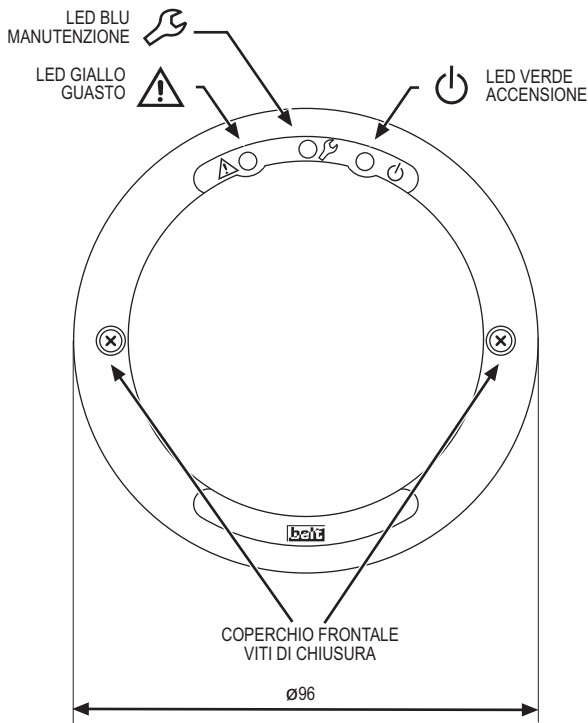

Figura 1: Vista rivelatore
Il modulo sensore di gas sostituibile, che utilizza un tipo di sensore di gas industriale, consente una manutenzione rapida e affidabile del sistema. Il modulo sensore di gas ha una durata operativa di 5 anni. Il rivelatore conta il tempo di lavoro del modulo e comunica in anticipo la necessità di sostituirlo, accendendo un led blu situato al centro dell'area dei led (vedi Figura 1).
- a. Aprire l'alloggiamento del rivelatore svitando le viti di chiusura del coperchio anteriore (vedere la Figura 1).